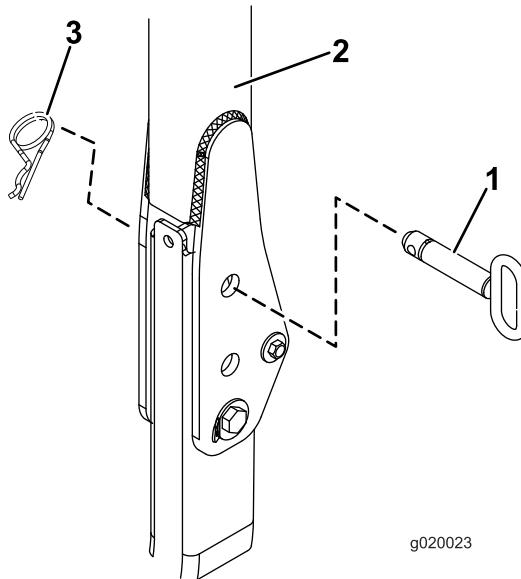

Рисунок 29
- Для тяговых блоков **Reelmaster 3555 и 3575**: перейдите к пункту 10. На всех остальных моделях установите защитную дугу в поднятое положение, удалите игольчатые шплинты и два штифта (Рисунок 29).